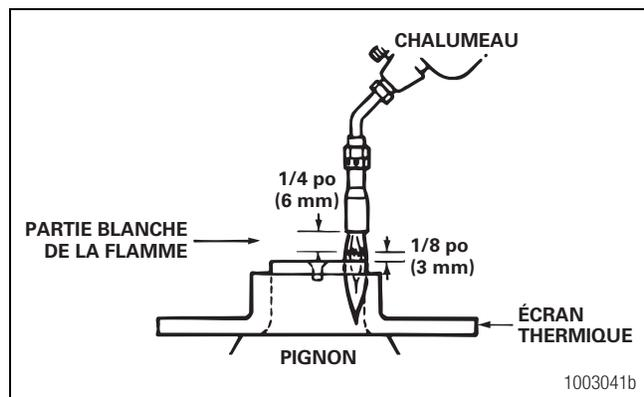

Figure 5.10
- Allumer et régler le chalumeau de façon que la partie blanche de la flamme soit d'environ 1/4 po (6 mm) de longueur. Garder la partie blanche de la flamme à environ 1/8 po (3 mm) du nez de pignon. Figure 5.10 Diriger la flamme autour du diamètre extérieur du nez de pignon. Le liquide indicateur de température vert tourne au noir avant que le liquide bleu n'agisse. Chauffer le nez de pignon jusqu'à ce que le liquide indicateur bleu tourne au noir au milieu de la fenêtre.